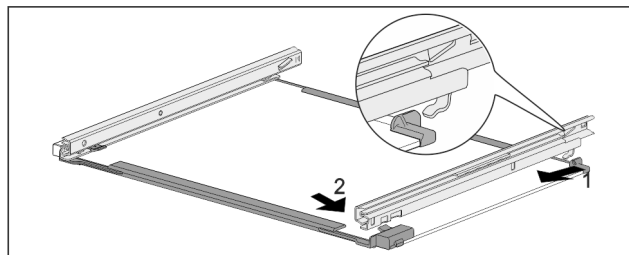

Fig. 149 Sklenená doska s koľajničkami
- ▶ Zaháknite koľajničku vzadu. Fig. 149 (1)
- ▶ Zaklapnite koľajničku vpredu. Fig. 149 (2)